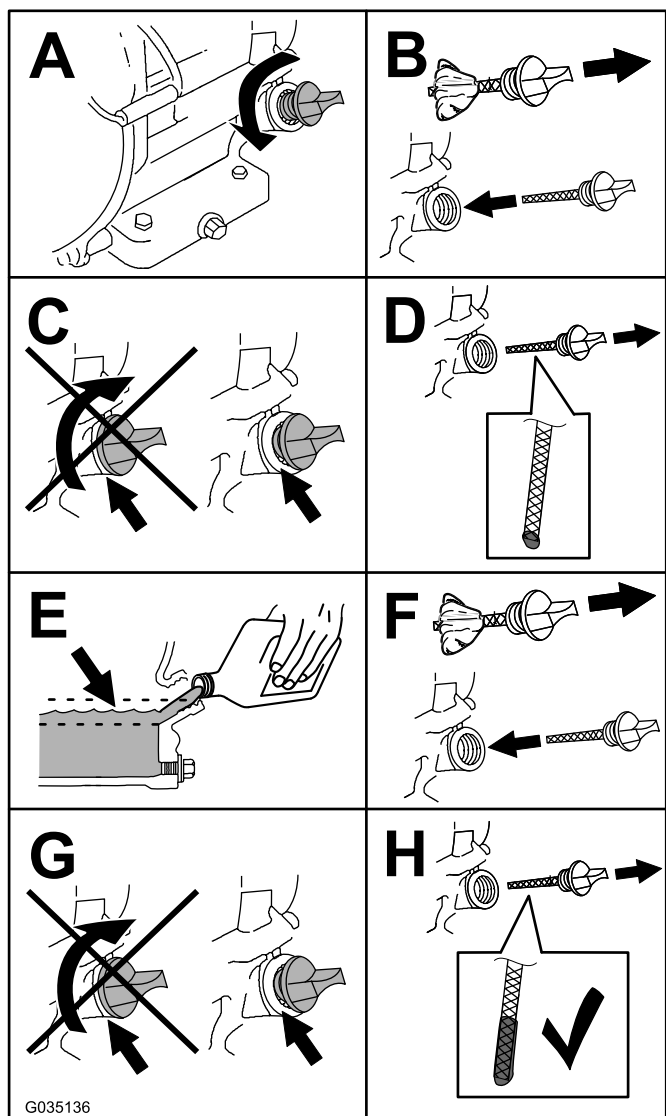

Figura 39
5. Compruebe el nivel de aceite como se muestra en Figura 39.